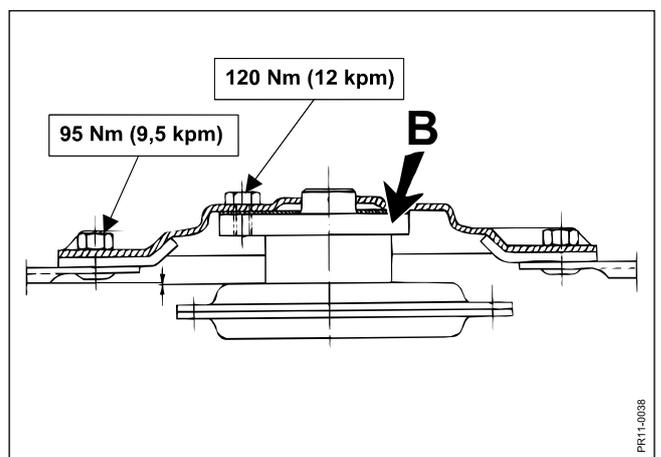

Fig. 5-12
- Fig. 5-12** Beachten Sie, dass für die Befestigung die folgenden Anzugsdrehmomente einzuhalten sind: